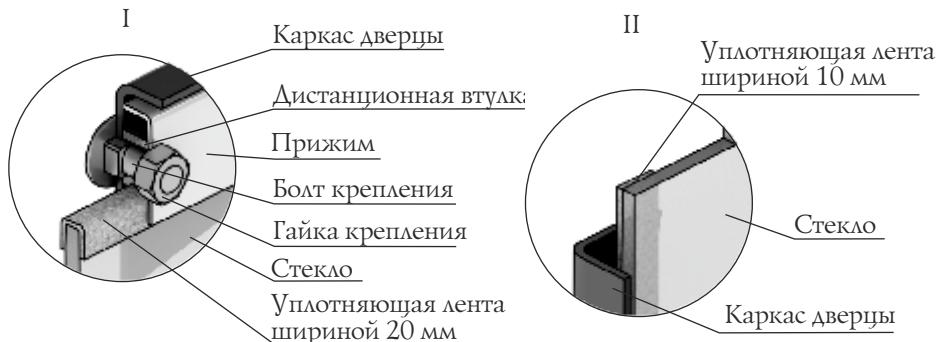

Рисунок 15. Крепление светорозрачного экрана дверцы модели «Витра»
1. Отверните две гайки, фиксирующие прижим (рисунок 15.I), демонтируйте его и дистанционные втулки.
3. Возьмите новое стекло. Если на нем нет уплотняющих лент, наклейте их: лента шириной 20 мм наклеивается сверху и снизу стекла «П» - образно (рисунок 15.I), лента шириной 10 мм наклеивается вертикально, вдоль боковых сторон стекла (рисунок 15.II).
4. Вставьте стекло в упор, при этом лента, наклеенная с боковых сторон (вертикальная) должна быть зажата между стеклом и каркасом дверцы (рисунок 15.II).